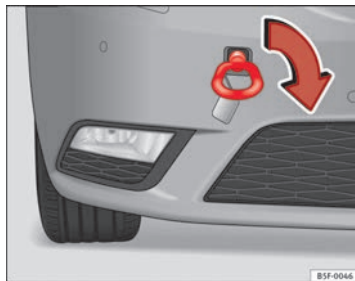

Fig. 133 Pare-chocs avant droit : œillet de remorquage vissé
- Vissez l'œillet de remorquage dans le filetage ⇒ **fig. 133** jusqu'en butée et serrez-le à fond avec la clé pour boulons de roues.